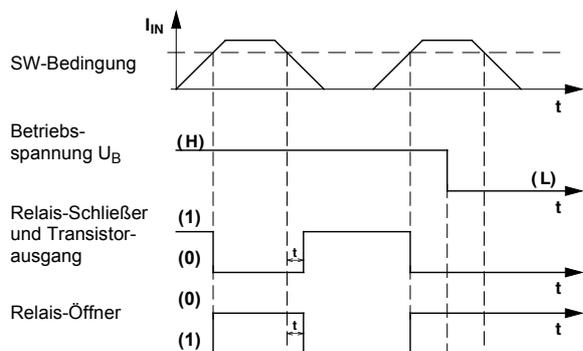

Bild 7 Funktionsdiagramm: Arbeitsstromgesteuert bei Schwellwert-(SW-)Unterschreitung
- zu Bild 7: Drehen Sie das Schwellwert-Potentiometer so lange, bis die gelbe LED „SW“ erlischt.